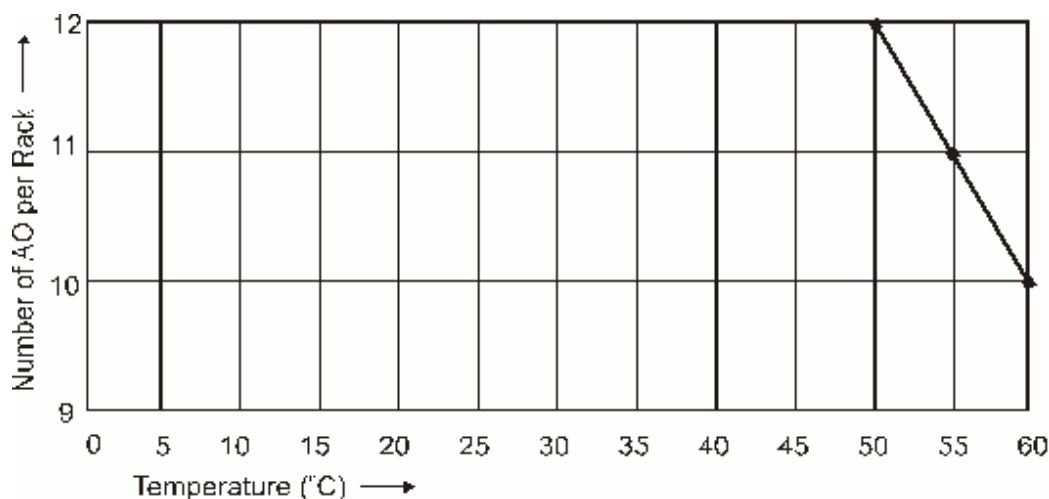

Figura 30 – Disminución de la capacidad nominal de la fuente de alimentación
3. Limite la cantidad de módulos de salida analógica a un máximo de 10 por bastidor. (Consulte la Figura 30).